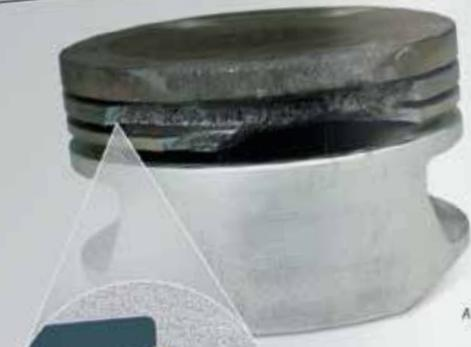

Abb. 1
- Ringstegbruch auf einer Kolbenseite zwischen dem ersten und zweiten Verdichtungsring (Abb. 1).